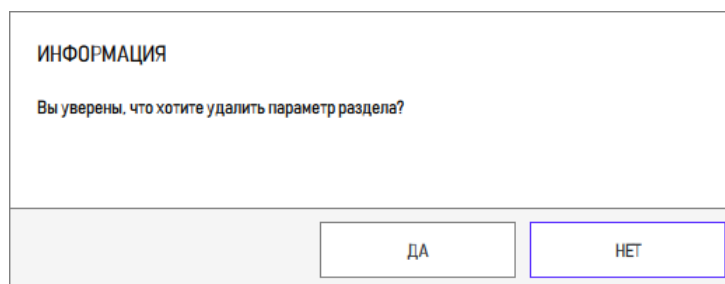

Рисунок 86 – Вид окна для подтверждения удаления параметра
- 3) В открывшемся диалоговом окне нажать на кнопку «ДА» для подтверждения действия (рисунок 86).